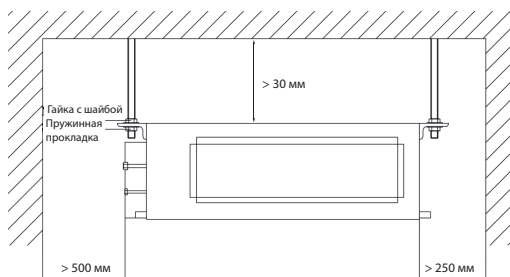

Рис. 2
4. Убедитесь, что в месте для монтажа, показанном на Рис. 2, оставлено достаточное пространство для обслуживания.